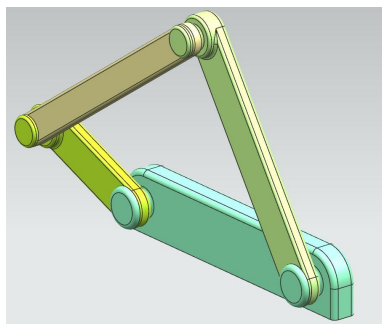

Рис.4
- Все модели нужных деталей учебного примера находятся в учебной директории – **Prim\_Statik** (рис.4,5). На этих рисунках изображены исходное и статическое состояние нашего примера.